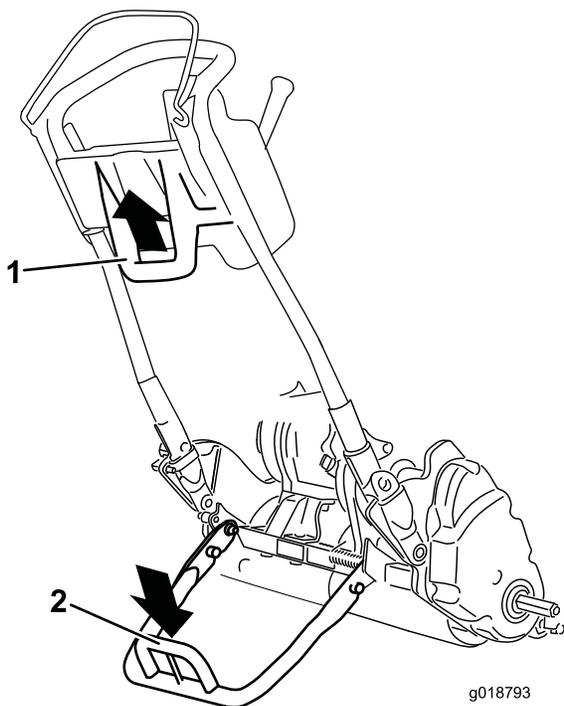

Figura 21
- Para utilizar o apoio para instalar as rodas de transporte, baixe-o para o solo e pise no aro do apoio enquanto puxa para cima e para trás na pega central inferior da máquina (Figura 21).